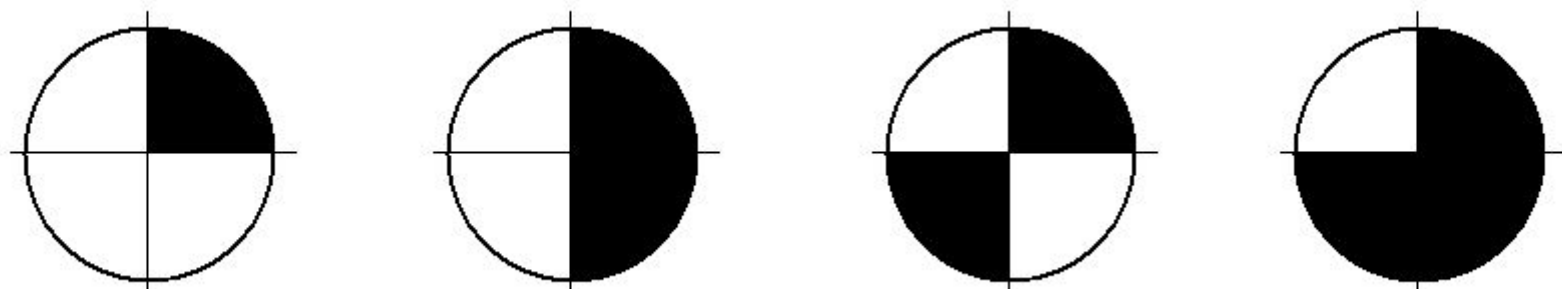

Рис. 16
- ❑ Если на чертеже показано несколько групп, близких по размерам отверстий, то рекомендуется отличать одинаковые отверстия одним из условных знаков (рис. 16)